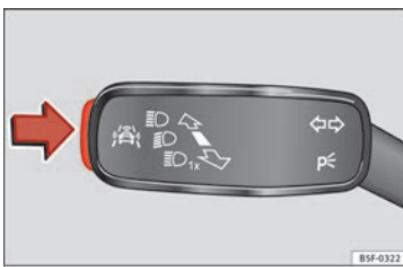

Fig. 45 Sulla leva degli indicatori di direzione e degli abbaglianti: tasti per i sistemi di assistenza alla guida.
- Premere brevemente il tasto »» **fig. 45** nella direzione indicata dalla freccia per aprire il menu **Assistenti**.